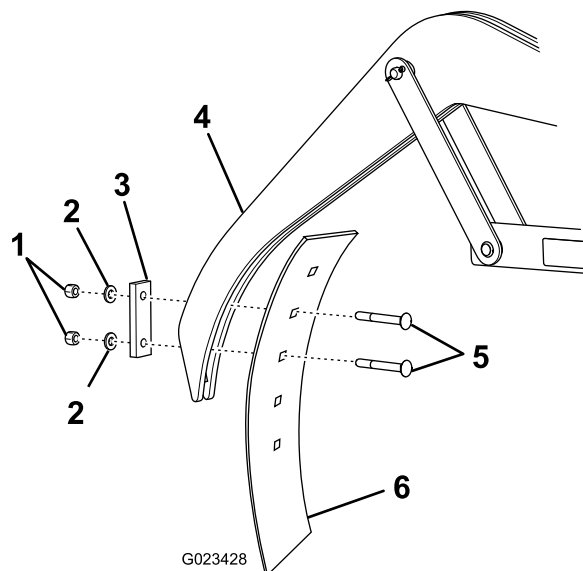

Figure 3
7. Montez la lame sur la barre du racleur au moyen de 2 boulons de carrosserie (1/2 x 4 po), une plaque, 2 rondelles (1/2 po) et 2 contre-écrous (1/2 po), comme montré à la Figure 3.